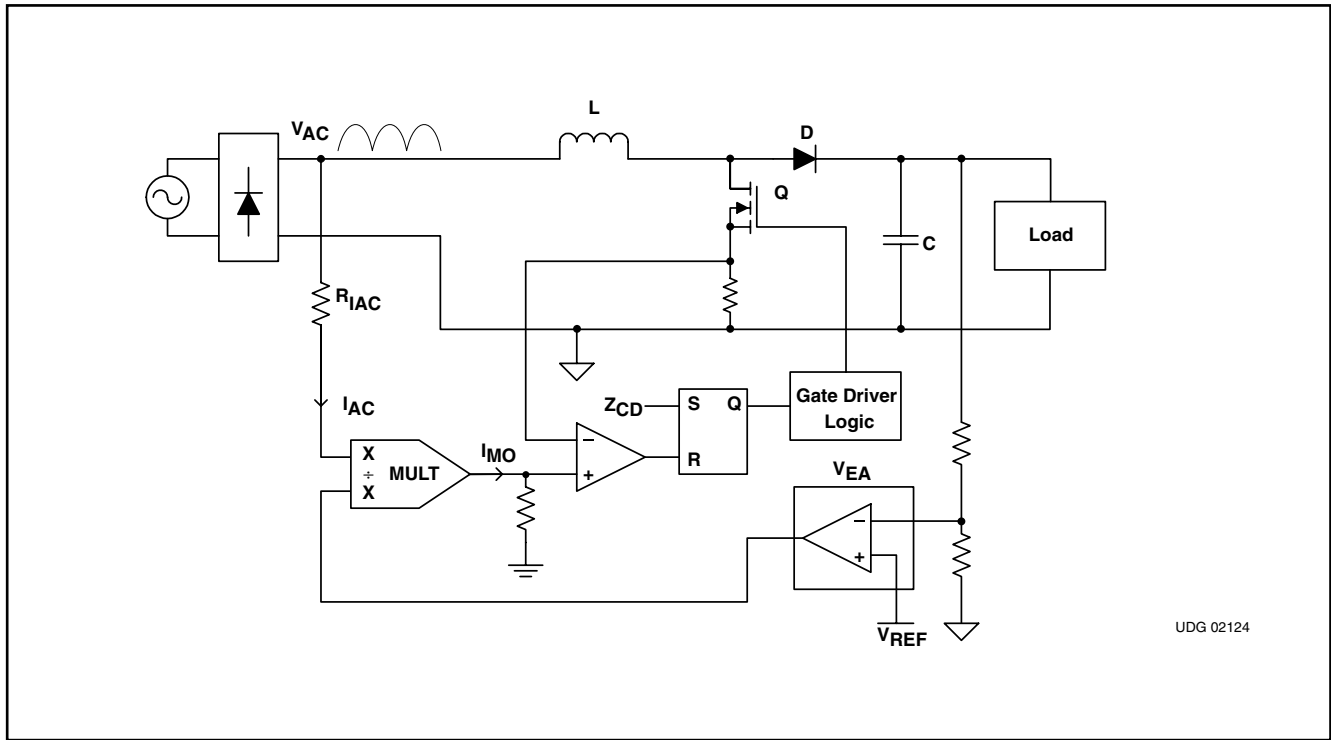

図 1. Basic Block Diagram of CRM Boost PFC
臨界モードコンバータは一般的にゼロ電流に等しい低い境界のヒステリック・コントロールの変調を使います。これは整流器の逆回復損失を除去しながら本質的に安定した入力電流コントロールをもつ可変周波数コントロール手法です。図1に示されているように、スイッチ電流は基準信号(マルチプライヤの出力)と直接比較されます。このコントロール方法には実現が容易であるという利点があり、さらに非常に優れた力率改善および、優れた電力の変換効率をもたらされます。
- 設計仕様と部品配置については表1と図1を参照してください。